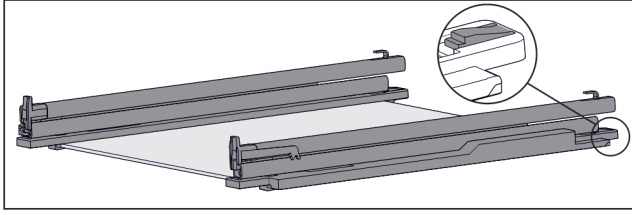

Fig. 124 Glasplatte mit Schienen und Halteteilen
- ▶ Halteteil hinten herunterdrücken (siehe Fig. 124) und gleichzeitig Schiene nach hinten schieben.